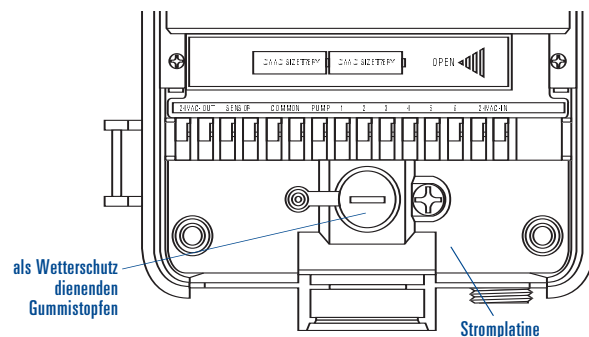

Abbildung A2: Stromplatine
- Den als Wetterschutz dienenden Gummistopfen aus der „Stromplatine“ herausziehen. [Siehe Abbildung A2]